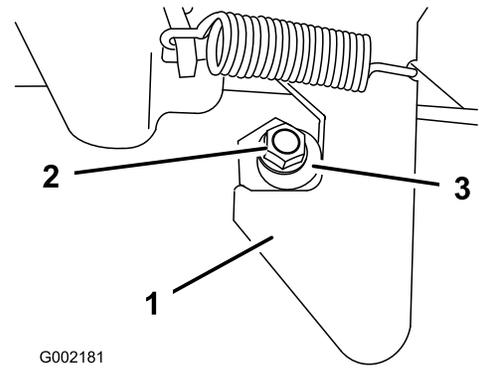

図 28
1. ラッチ・ポストの端についているナット (図 28) をゆるめる。
2. ラッチ・ポストを右回りに回転させてラッチにちょうどはまるようにし、その位置でナットを締める (図 28)。